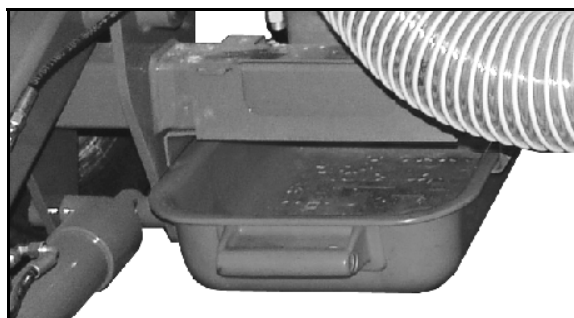

Рис. 84
2. Установите лоток под дозатор (Рис. 84).
3. Ослабьте фиксатор (Рис. 84/1) рычага редуктора.
4. Установите указатель рычага редуктора (Рис. 84/2) в одно из следующих положений:
6. Затяните фиксатор (Рис. 84/1)